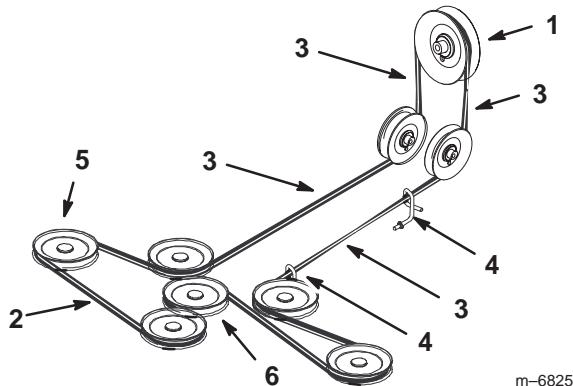

Figure 72
6. Installez la courroie neuve autour des poulies d'axe et de la poulie de tension du plateau de coupe, dans les guides de courroie, dans l'ensemble bras de tension arrière et l'embrayage (Fig. 72).
Important Vérifiez le vrillage de la courroie entre les poulies. Il doit être conforme aux spécifications de la Figure 72.
Important Vérifiez le vrillement de la courroie entre les poulies. Il doit être conforme aux spécifications de la Figure 72.